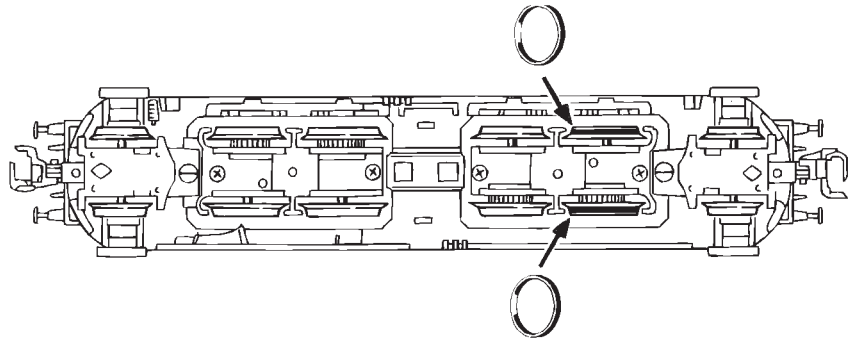

Fig. 7
1. Reinigung der Radstromkontakte: Radstromkontakte können auf unsauberen Schienen leicht verschmutzen. Entfernen Sie **vorsichtig** mit einem kleinen Pinsel **den Schmutz** an den in Fig. 7 gekennzeichneten Stellen.
1. Cleaning of wheel contacts: Wheel contacts easily get dirty on tracks which are not entirely clean. Use a small brush to **remove dirt** from spots marked in fig. 7.